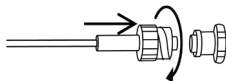

Figura 2
2. Collegare la linea di campionamento gas (connettore luer maschio) al monitor dei gas respiratori come illustrato nella Figura 2. Ruotare il connettore luer in senso orario per fissarlo saldamente e assicurare che non vi siano perdite di gas nel punto di collegamento.